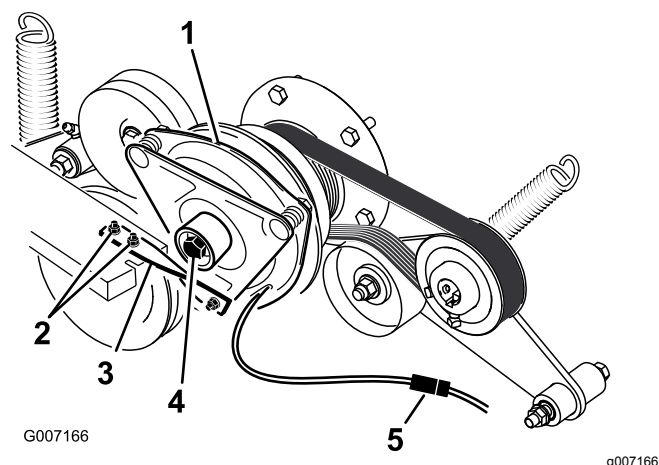

Figura 82
6. Desligue a ligação elétrica para a embraiagem (**Figura 82**).
7. Retire os dois parafusos que fixam a fita de borracha da embraiagem à estrutura do cortador (**Figura 82**).
8. Retire o parafuso central que fixa a embraiagem ao eixo do motor e retire a embraiagem e a chave (**Figura 82**).
15. Enquanto segura a manivela de arranque na parte de trás da máquina, instale o parafuso central e aperte-o com 68 N·m (Figura 82).
16. Instale a fita de borracha da embraiagem na estrutura do cortador com os dois parafusos e porcas anteriormente retirados (Figura 82).
18. Ligue a ligação elétrica para a embraiagem (Figura 82).